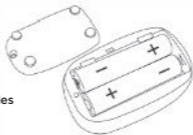

Figure 3.
Étape 1. Conformément à la figure 3, insérer correctement deux piles AAA en respectant la polarité.